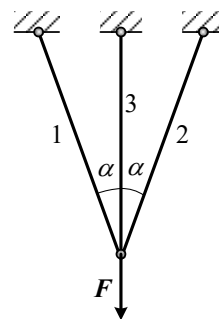

图 5
6. 三杆结构受力如图 5 所示，三杆的材料相同，截面形状相同，在竖向载荷作用下，伸长量分别为 $\Delta l_1, \Delta l_2, \Delta l_3$ 。